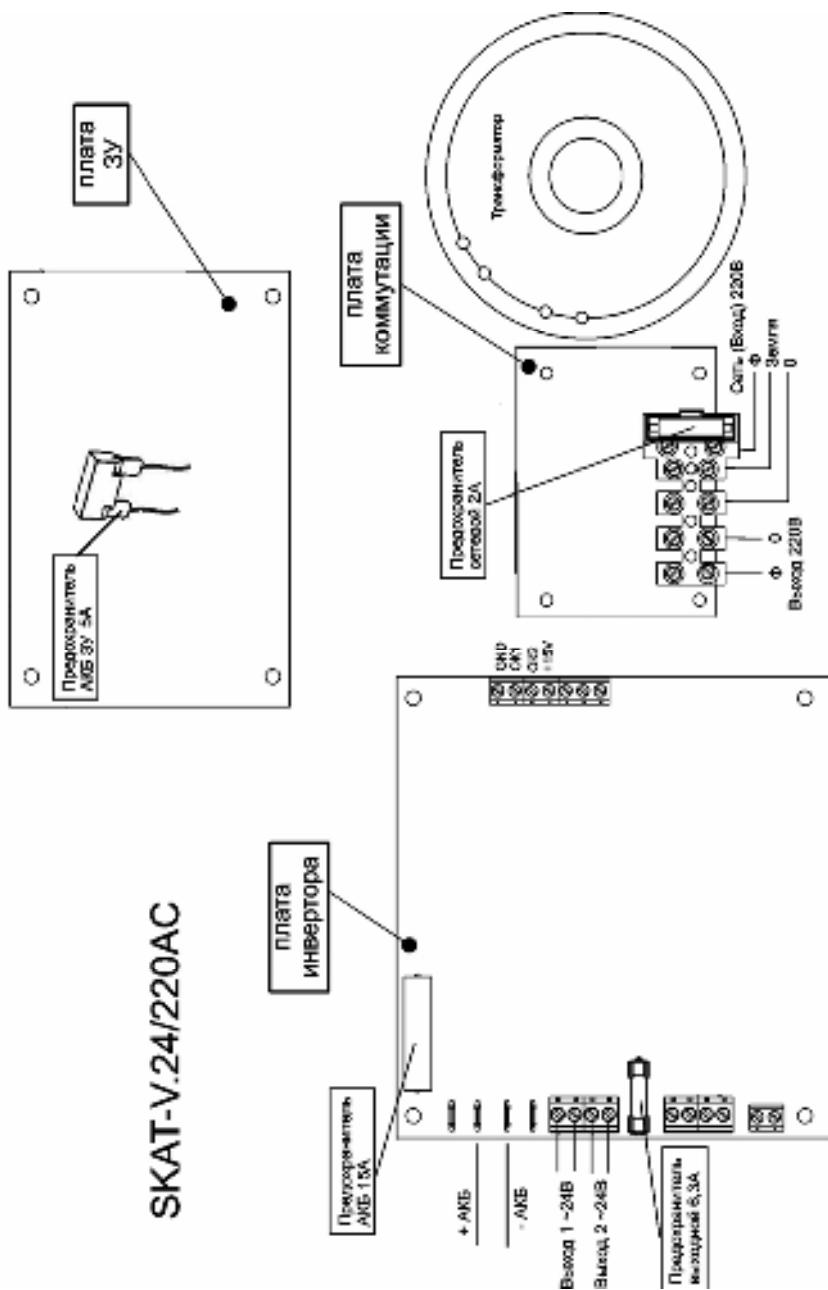

Рисунок 1 - Элементы коммутации и управления изделия
Изделие состоит из следующих конструктивных элементов (см. рис.1):
- Предохранители изделия (см. рис.1):
В основном режиме работы питание изделия осуществляется от сети 220 В, 50 Гц, а в режиме резерва — от АКБ с номинальным напряжением 24 В. Для полного отключения изделия (перевода его в состояние консервации) необходимо: извлечь из колодки платы коммутации держатель с предохранителем сетевым, отсоединить АКБ (см. рис. 1).
Произвести подключение соединительных линий к клеммам изделия (см. рис.1) в следующей последовательности: